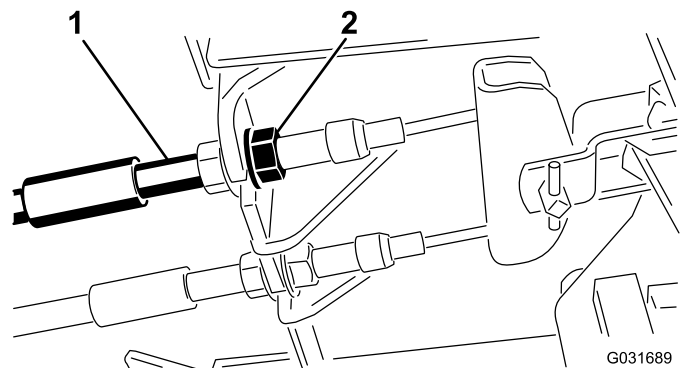

Figura 54
1. Para reduzir a folga dos pedais dos travões, aperte os travões desapertando a porca dianteira que se encontra na extremidade rosca do cabo dos travões (Figura 54).